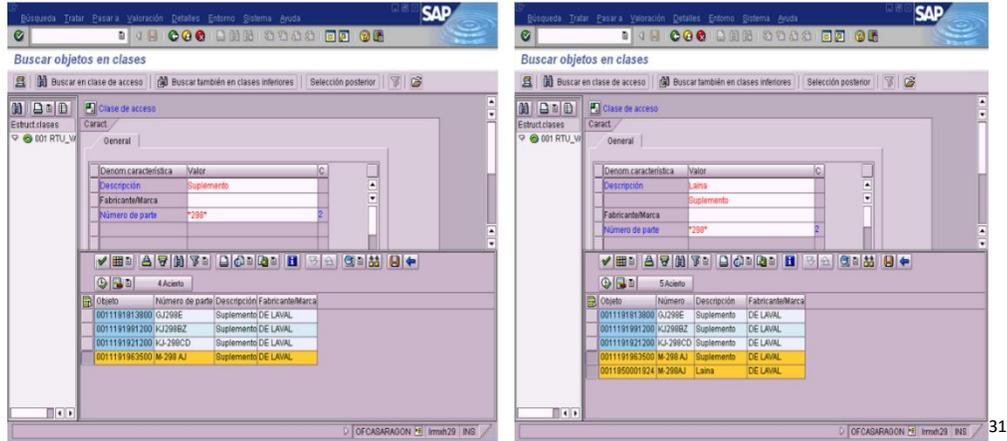

Ilustración 8
- Consulta por descripción. (Ilustración 8).